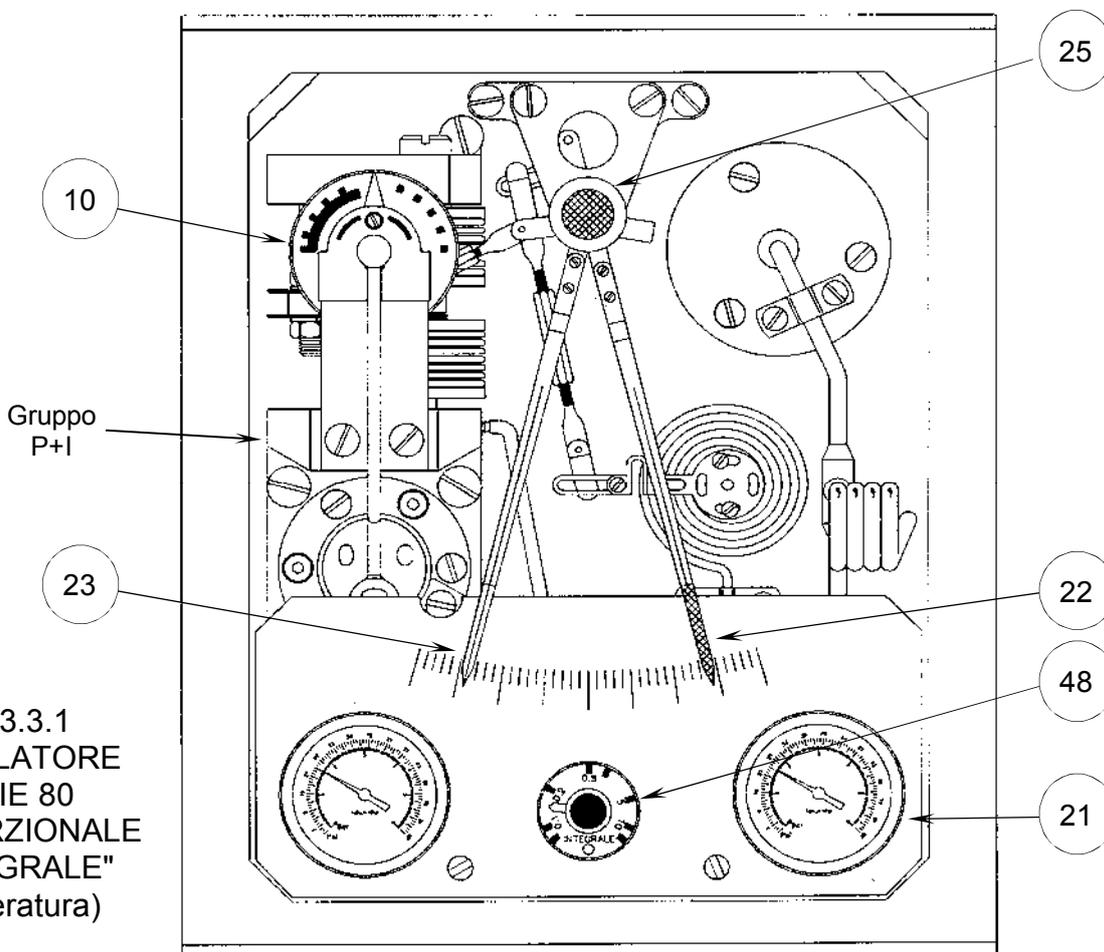

Fig. 3.3.1
3.3. REGOLATORE PROPORZIONALE + INTEGRALE (P+I) (Fig. 3.3.1)